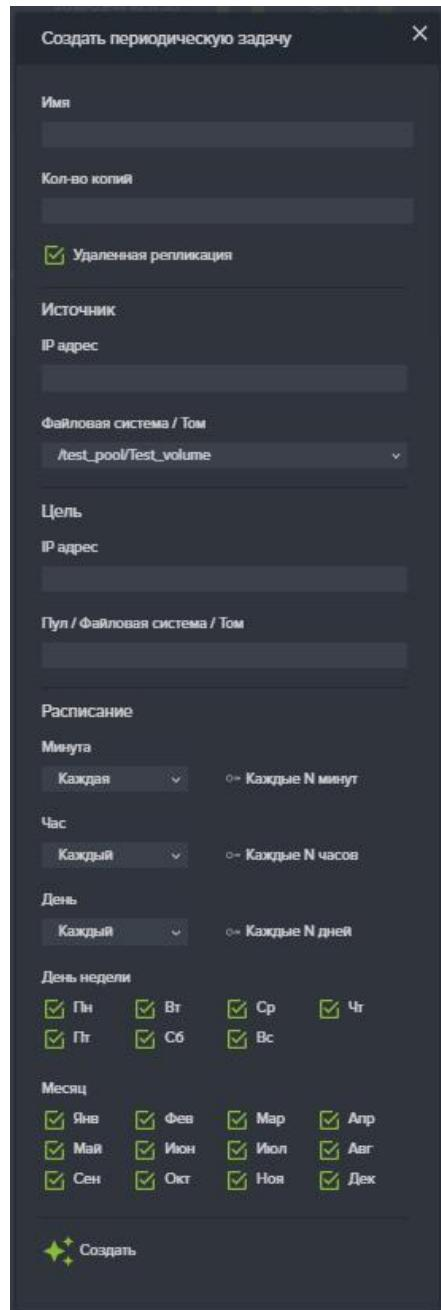

Рисунок 90 – Расписание периодической задачи репликации
2. Нажмите на кнопку «Создать новую задачу», откроется окно создания задач (см. Рисунок 90).